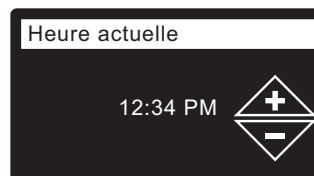

FIG. 21
19. **HEURE ACTUELLE** Appuyez sur le bouton BAS (▼) ou HAUT (▲) pour régler l'heure (cf. Figure 21). Maintenez le bouton enfoncé pour faire défiler rapidement. Vérifiez que la période indiquée est correcte (AM ou PM). L'horloge sera en format 24 heures si vous avez choisi les unités métriques à l'étape 17.
20. Appuyez sur le sélecteur (O).